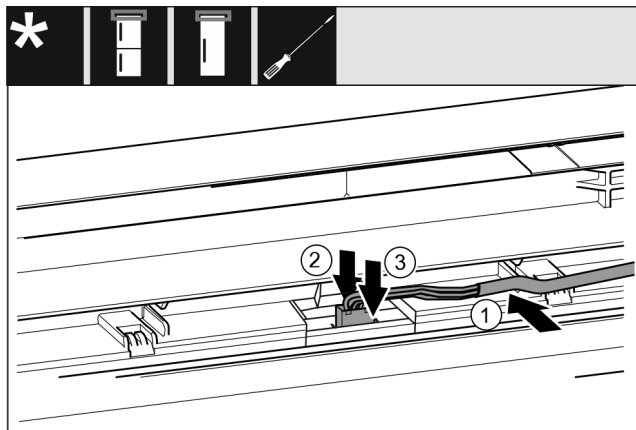

Fig. 44
- Τοποθετήστε το γκρι καλώδιο στον οδηγό στην επάνω πόρτα. Fig. 44 (1)
- Πιέστε την προεξοχή ασφάλισης προς τα πίσω. Fig. 44 (2)
- Κουμπώστε το φιν. Fig. 44 (3)